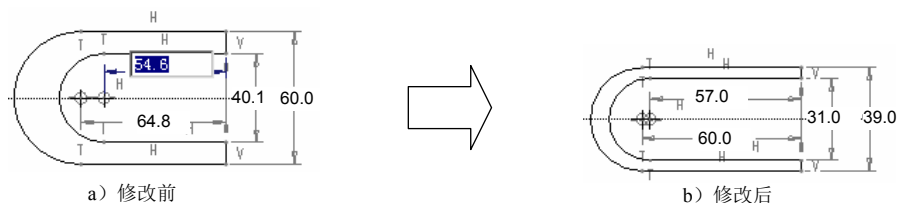

图 4.18.12 修改尺寸
(1) 在图 4.18.12 所示的图形中, 双击要修改的尺寸, 然后在系统弹出的文本框中输入正确的尺寸值, 并按回车键。
(2) 用同样的方法修改其余的尺寸值。